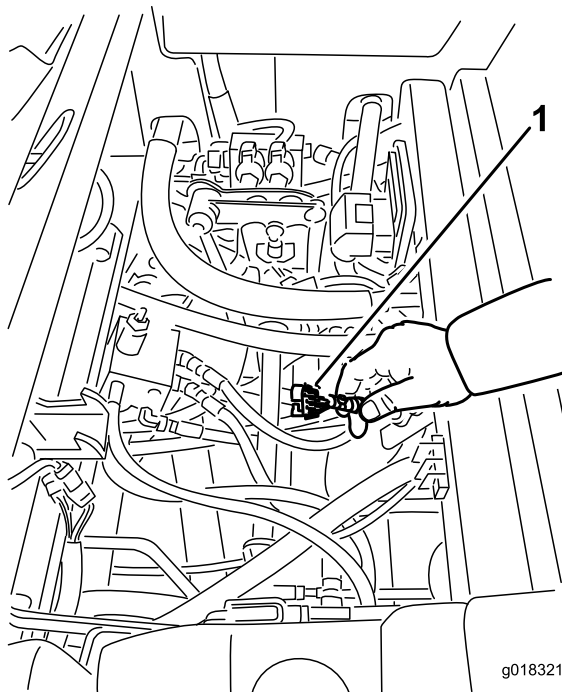

Figura 18
3. Accedete al cablaggio preassemblato ed ai connettori accanto al controller (Figura 18).